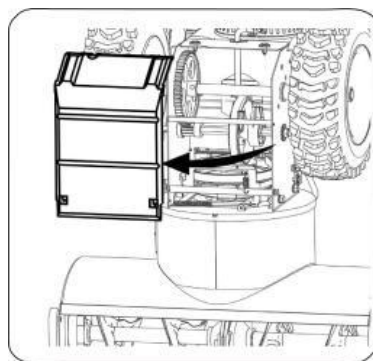

Рисунок 28
2. Аккуратно наклоните снегоборщик вверх и вперёд, чтобы он лег на корпус шнека. Снимите крышку рамы из-под снегоборщика, открутив четыре самореза крепления крышки (см. рис.28).